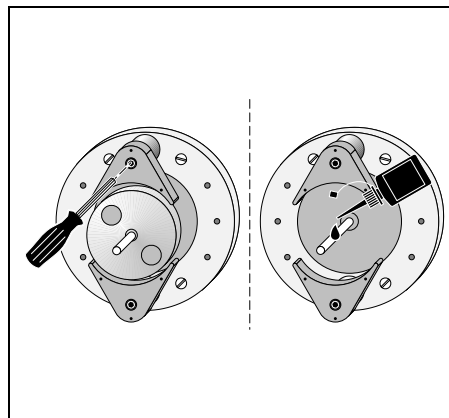

Fig. 5
- Polschuhe an der Zentrierscheibe in gewünschter Position an der Maschineneinheit mit dem Inbusschlüssel festschrauben (Fig. 5).
- Screw the pole piece on the centering disk in the desired position on the basic machine unit using the Allan wrench (Fig. 5).